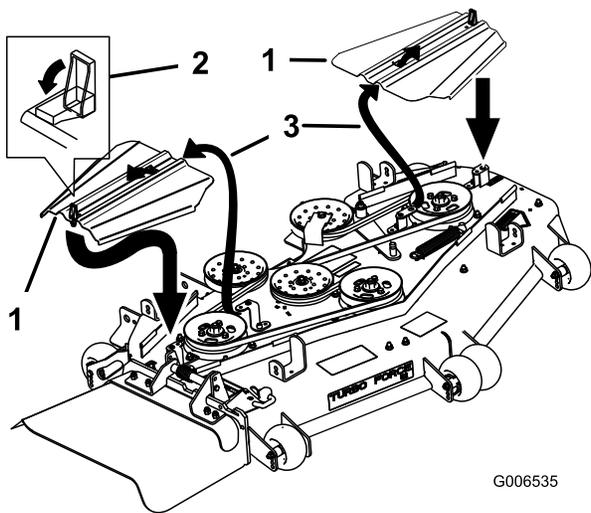

Figura 56
12. Instale las cubiertas de las correas deslizando la cubierta sobre la pestaña, instale los pernos y cierre los enganches (Figura 56).